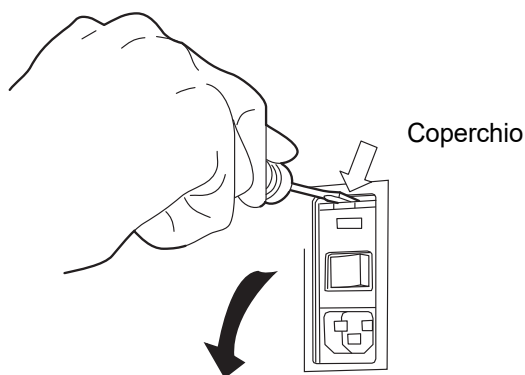

Figura 4-30 Rimozione del coperchio di accesso ai fusibili
4. Con un piccolo cacciavite con intaglio n. 1, fare leva per aprire il coperchio del modulo di entrata alimentazione (Figura 4-30).